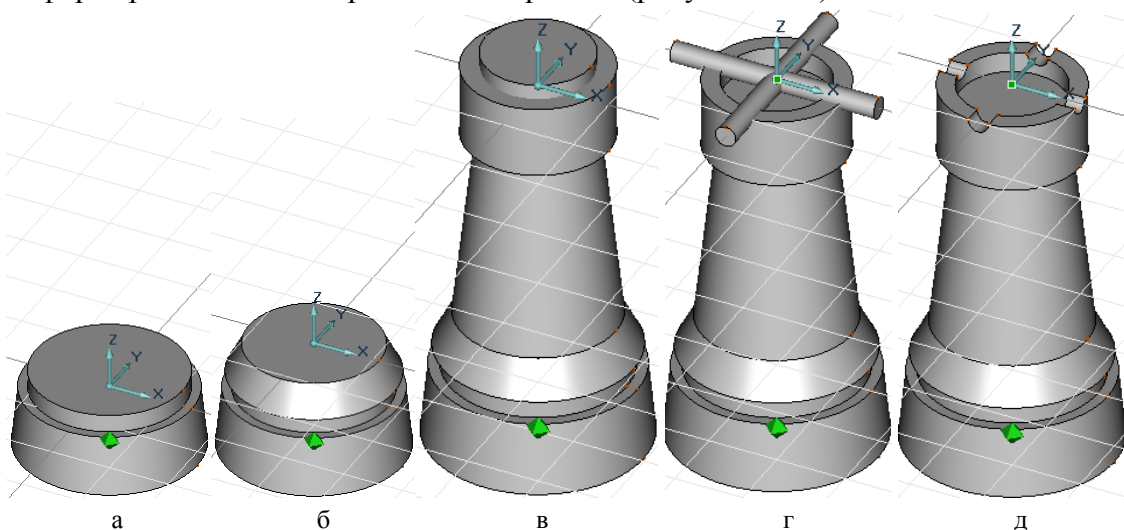

Рисунок 6.2 - Построение 3D модели шахматной ладьи
Для формирования цилиндрического перехода (рисунок 6.2 а):
Чтобы сформировать конический переход (рисунок 6.2б):
Для моделирования внутренней полости оголовка (рисунок 6.2 в):
Смоделируйте бойницы оголовка (рисунок 6.2 г и рисунок 6.2 д):
6. Сделайте угловую копию цилиндра, развернув ее на 90 градусов по отношению к оригиналу (см. рисунок 6.2 г).
7. Вычтите копии цилиндров из модели оголовка ладьи (см. рисунок 6.2 д).